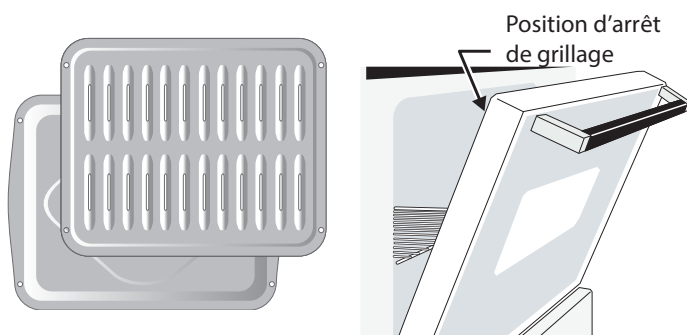

Figure 25 : Lèchefrite et grille de lèchefrite (G) ; porte ouverte à la position d'arrêt (D)
3. Appuyer sur  pour griller à **haute intensité (HI)** ou sur  pour **faible intensité (LO)**. La majorité des aliments peuvent être grillés avec la fonction < Broil > (griller) réglée sur < HI > (haute intensité). Sélectionner le paramètre < LO > (faible intensité) pour éviter un excès de brunissement ou le séchage des aliments qui doivent être bien cuits.
6. Déposer la lèchefrite avec grille sur la grille du four. Laisser la porte du four ouverte à la position d'arrêt durant la cuisson au grilloir (Figure 25).